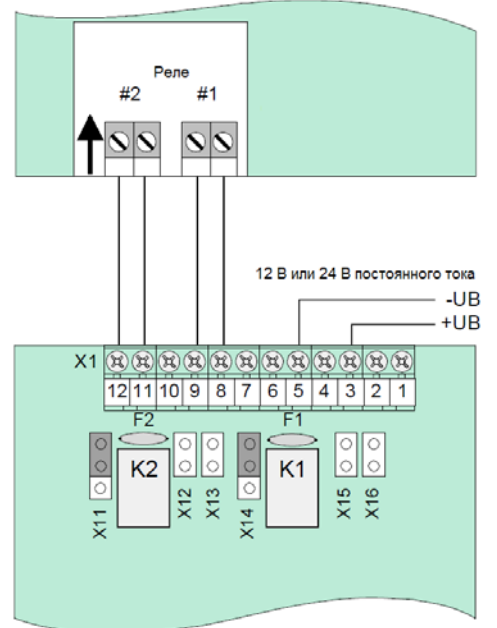

Рис. 7 Реле 1 + 2 – сухой контакт без контроля линии
- Реле 1 + 2, сухой контакт без контроля линии (рис.7)